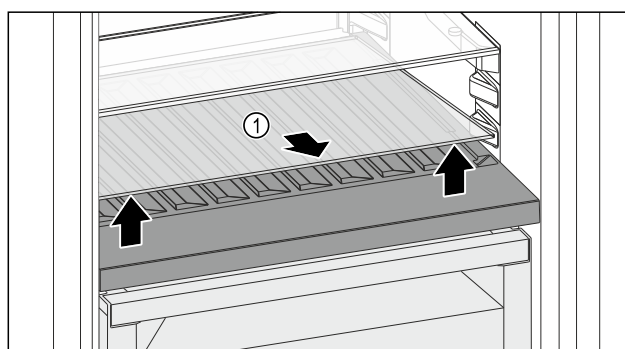

Fig. 139
- Glasplatte Fig. 139 (1) an der Aussparung vorne anheben und herausnehmen.
- Glasplatte Fig. 139 (1) außerhalb des Geräts sicher aufbewahren.